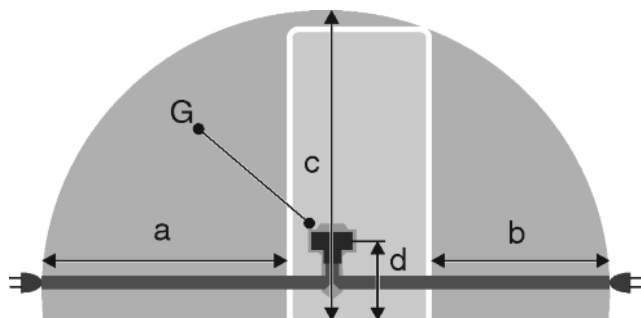

Fig. 52
- Utičnica se nalazi izvan područja bočne strane uređaja u navedenom području Fig. 52 (a, b, c).
- ▶ Utikač uređaja Fig. 52 (G) utaknite na stražnju stranu uređaja. Pripazite da ispravno uskoči.